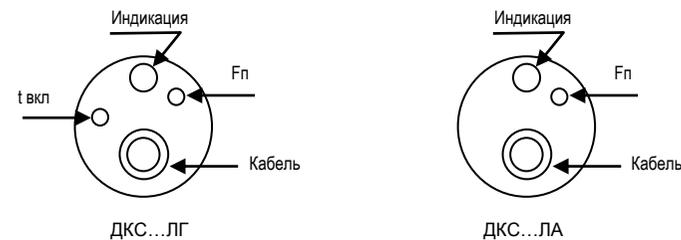

Рисунок 2 - Расположение органов регулировки и индикации на крышке корпуса
3.3 Расположение органов регулировки датчика показано на Рис. 2. Значение пороговой частоты  $F_p$  и длительность первоначальной задержки  $t_{вкл}$  (для изделий ЛГ) увеличиваются при вращении против часовой стрелки и уменьшаются при вращении по часовой стрелке.